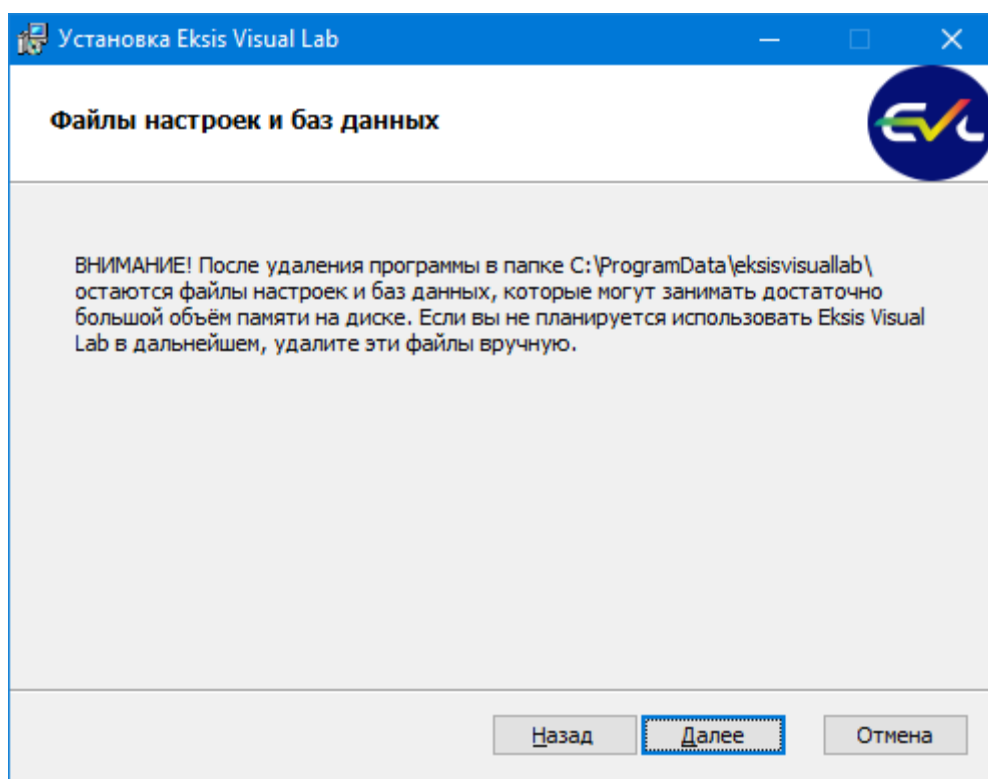

Рис. 2.10. Ознакомление с информацией об остающихся файлах
3. Ознакомление с информацией об остающихся после удаления программы файлах (рис. 2.10). После удаления на компьютере остаются файлы настроек и баз